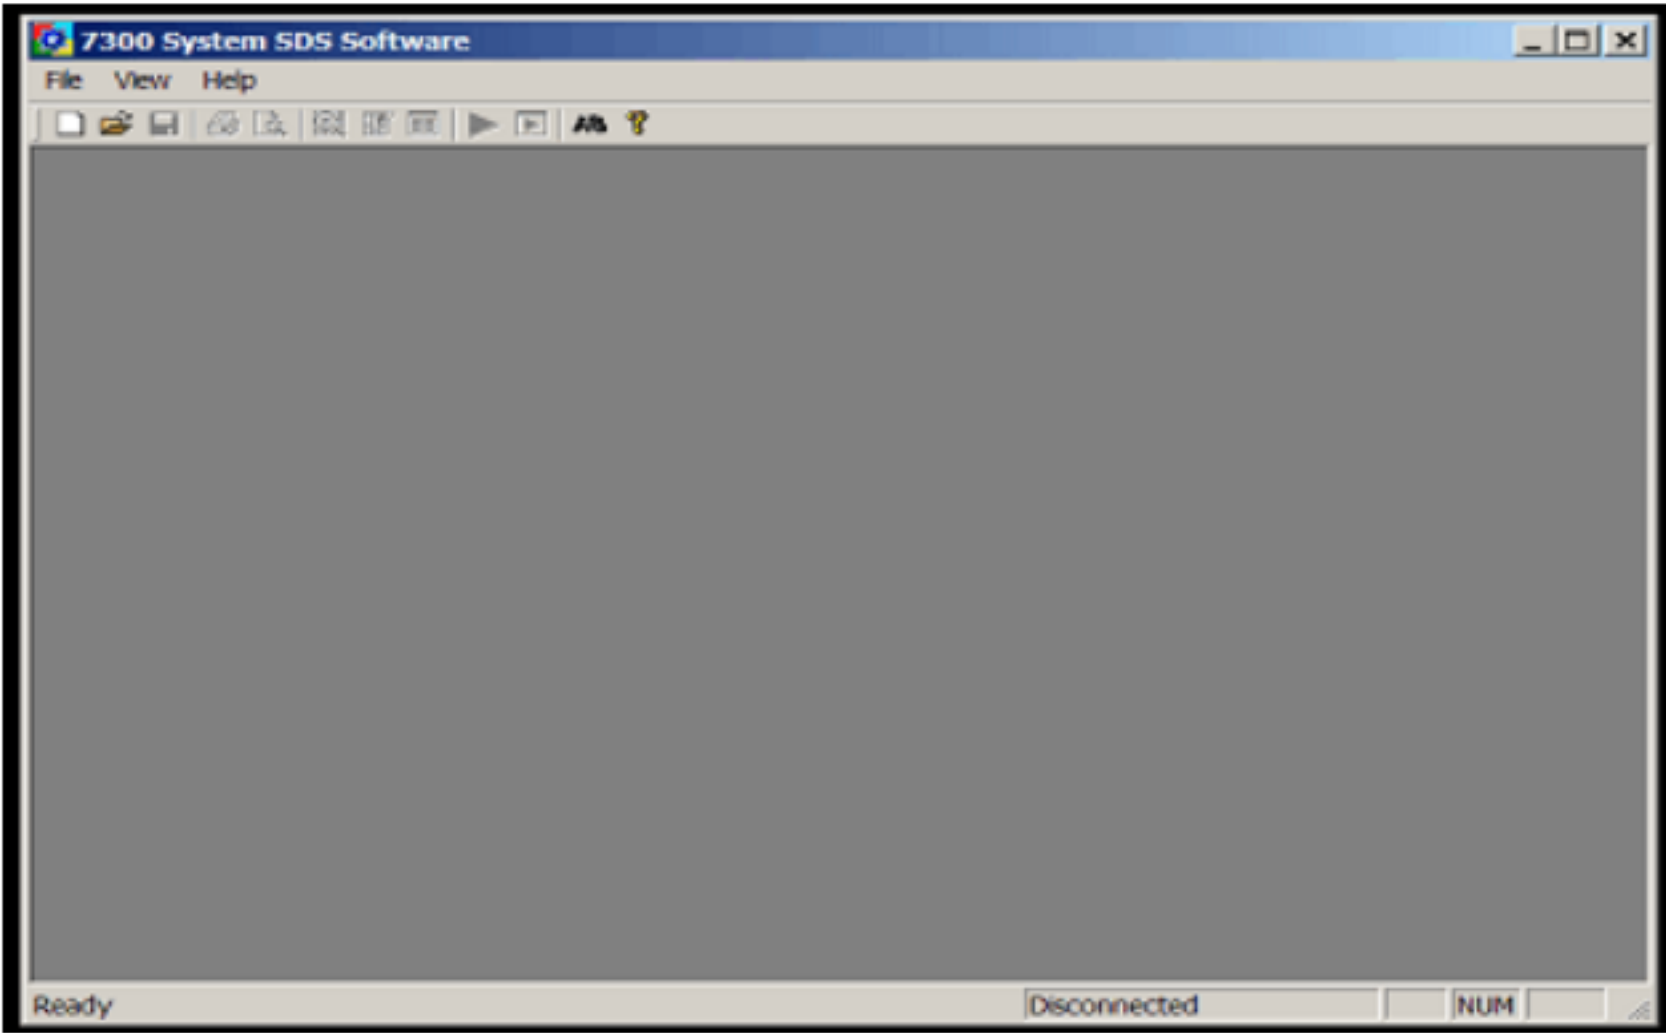

图 1
④ 在“ Use heated lid ”中选择程序运行过程中是否热盖，按《 Proceed 》；程序开始运行。
① 打开计算机，打开扩增仪电源开关；双击桌面上“ 7300 System Software ”图标，进入 ABI 7300 程序界面（图 1）；